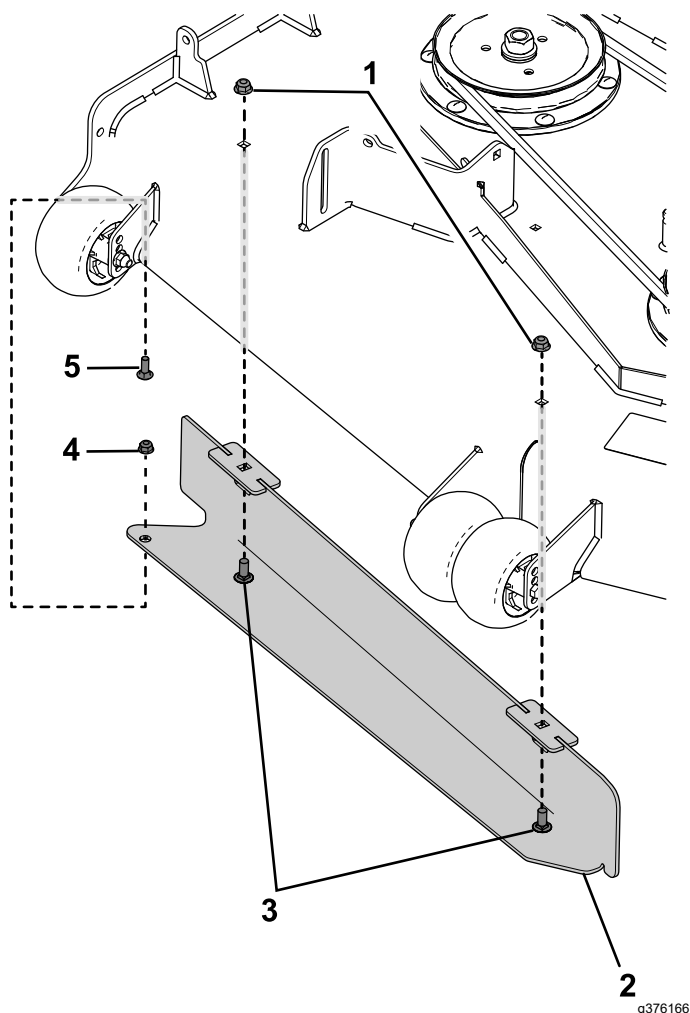
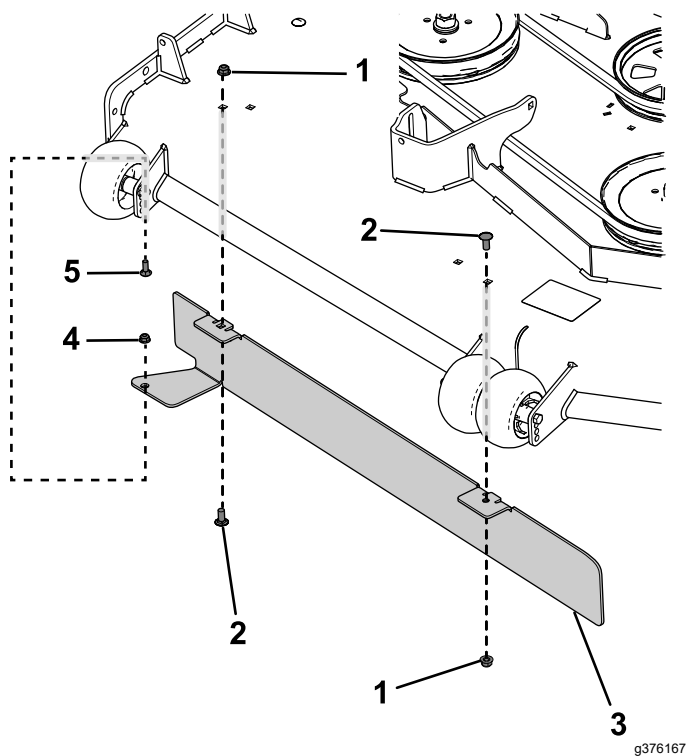

Figure 28
Figure 29
2. Fixez le déflecteur à l'aide du boulon de carrosserie (5/16 x 7/8 po), de l'écrou à embase (5/16 po), des 2 boulons de carrosserie (3/8 x 7/8 po) et des 2 écrous à embase (3/8 po), comme montré à la Figure 28 et la Figure 29.